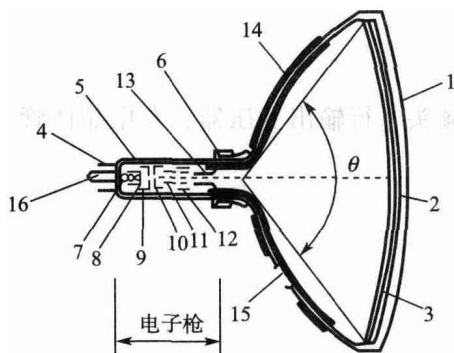

图 1.1 黑白显像管的构造图
(1) 黑白显像管的构造如图 1.1 所示, 各部分名称及作用如表 1.1 所示。